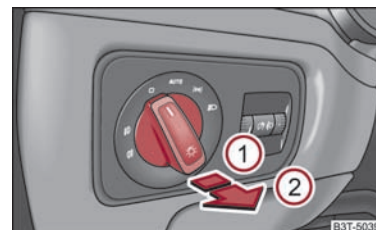

Abb. 49 Schalttafel: Lichtschalter
- Drehen Sie zunächst den Lichtschalter in die Position $\gg\ll$ oder $\gg\ll$ ⇒ Abb. 49.
- Drehen Sie zunächst den Lichtschalter in die Position \Rightarrow oder \Leftarrow \Rightarrow Abb. 49.
- Ziehen Sie den Schalter in Stellung ②.